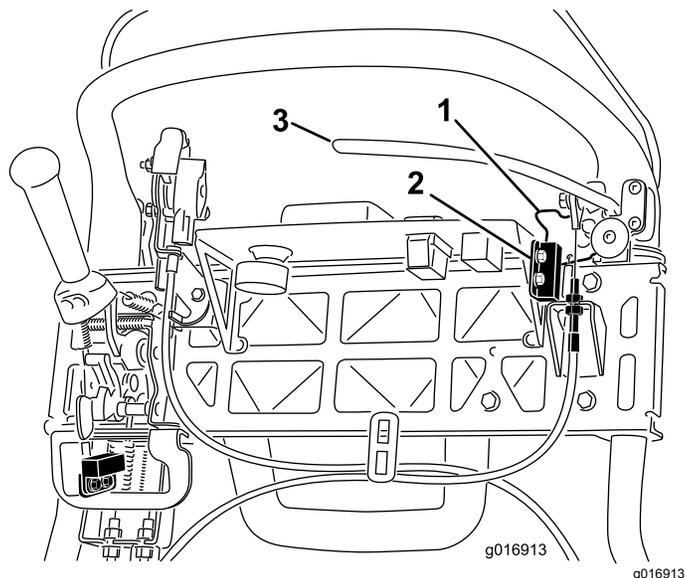

Figura 42
4. Desaperte e remova as juntas de montagem do interruptor de segurança (Figura 42).
5. Coloque um calço de 1,6 mm entre o bloqueio do travão de mão e o interruptor de segurança (Figura 42).